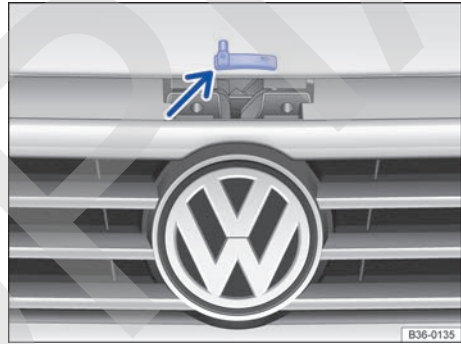

Fig. 250 Encima de la parrilla del radiador: palanca de apertura del capó del motor.
- Levante el capó por la palanca de apertura → fig. 250 (flecha) y ábralo del todo. El capó se mantiene abierto mediante el muelle de gas presurizado. ▶